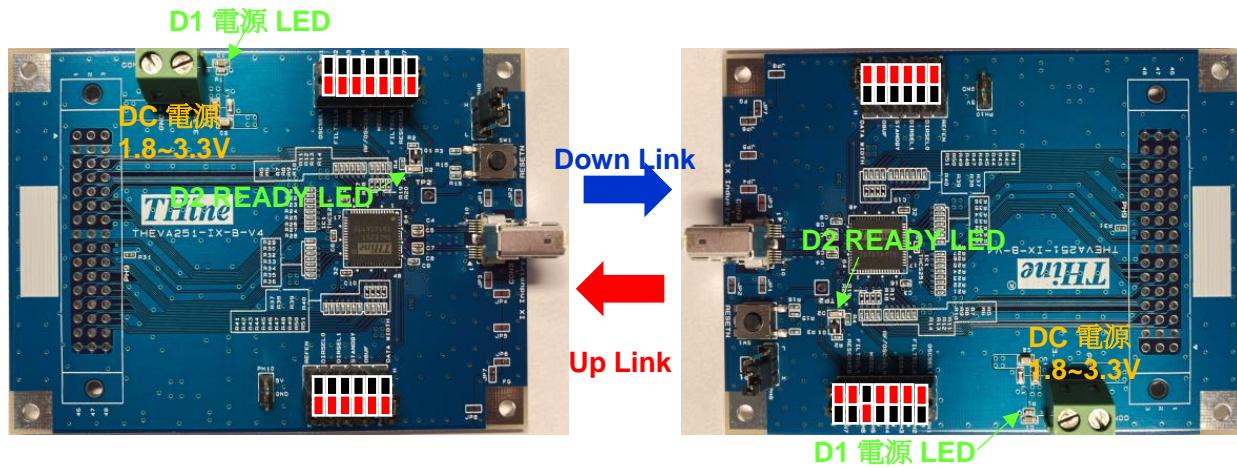

図 3 クイックスタート端子設定
1.3.1 図 3 のようなジャンパピンの設定をされたマスタボードとスレーブボード同士を LAN ケーブルで接続します。